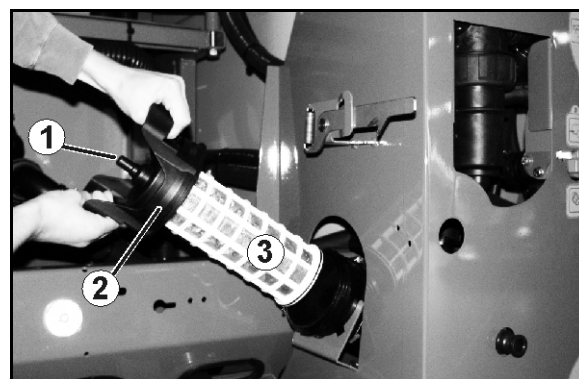

Fig. 124
Limpe o filtro de aspiração (Fig. 124) diariamente após a limpeza do pulverizador.
1. Soltar a tampa do filtro de aspiração (Fig. 124/2).
2. Retirar a tampa com filtro de aspiração (Fig. 124/3) e limpá-la com água.